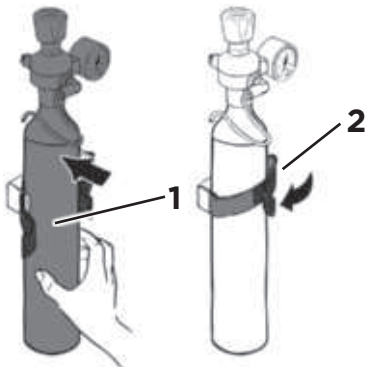

Abb. 26
9. Stellen Sie den neuen CO2-Zylinder mit aufgeschraubtem CO2-Druckminderer zurück an den vorgesehenen Platz (Abb. 26/1).
10. Sichern Sie den CO2-Zylinder gegen Umfallen, indem Sie ihn in der Wandhalterung fixieren (Abb. 26/2).